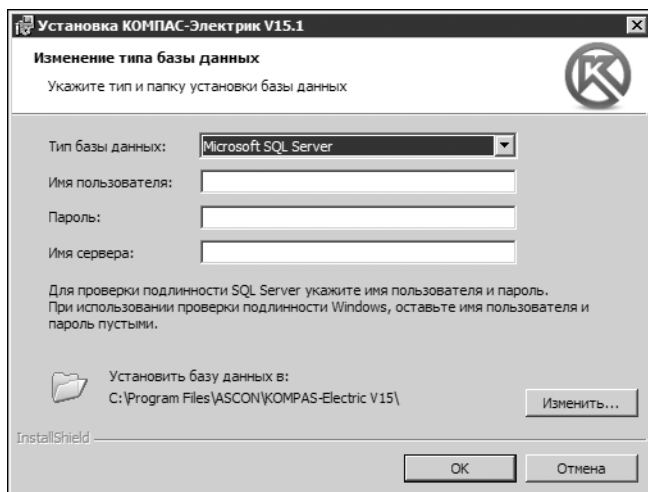

Рис. 0.3. Изменение типа базы данных
3. В открывшемся диалоге **Изменение типа базы данных** (рис. 0.3 на с. 26) выберите из списка тип СУБД. Введите данные, в зависимости от выбранного типа СУБД.